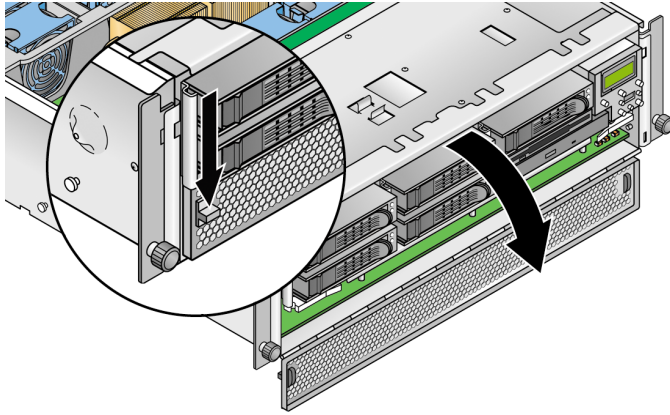

图 4-14 打开 CPU 卡门
3. 打开硬盘驱动器支架下方的 CPU 卡门以接近 CPU 卡。按下门上的两个按钮，然后将门向下转动，使其从关闭位置打开 180 度（请参见图 4-14）。